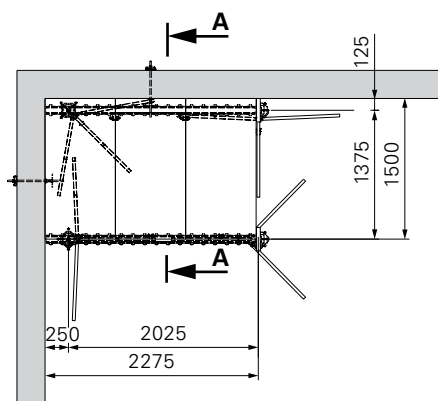

Fig. A4.05
1. Posicionar o prumo com cabeçal de apoio (6) num canto da divisão (espaçamento: ver Fig. A4.05).